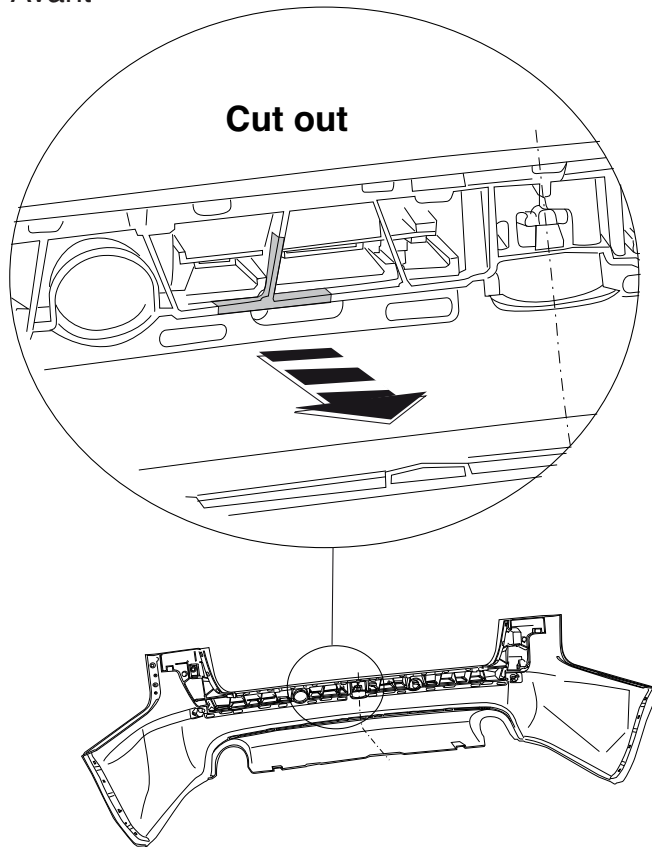

Fig. 3
4. Выпилить обозначенную часть, как указано на рис. 3.